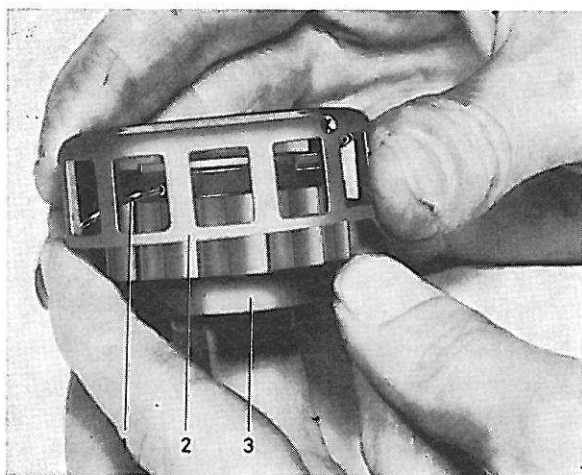
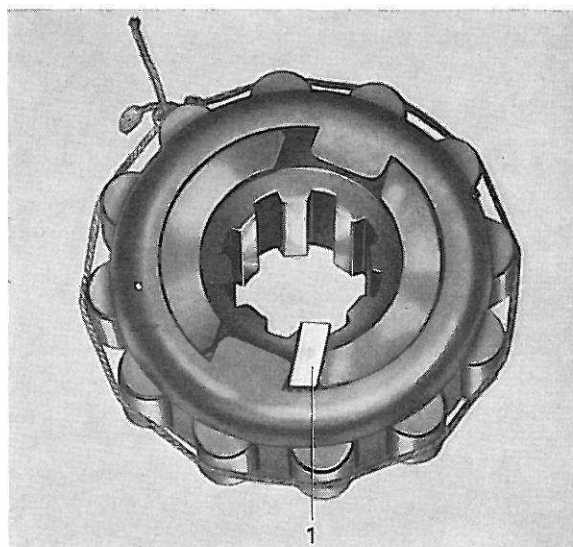

Figure 27. Remontage de la roue libre, I
Figure 28. Remontage de la roue libre, II
5. Réassembler le moyeu de la roue libre avec le ressort et la bague de retenue, voir figure 27. Pivoter la carlouché à rouleaux au maximum dans le sens d'horloge et la verrouiller dans cette position avec une clavette comme indiqué sur la figure 28. Remettre les rouleaux en place. Fixer les rouleaux avec une ficelle ou un caoutchouc.